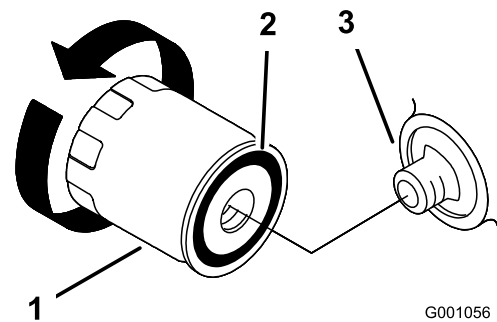

図 49
- オイル・フィルタ(図 48と図 49)を外し、フィルタのアダプタ・ガスケットの表面をきれいに拭く。